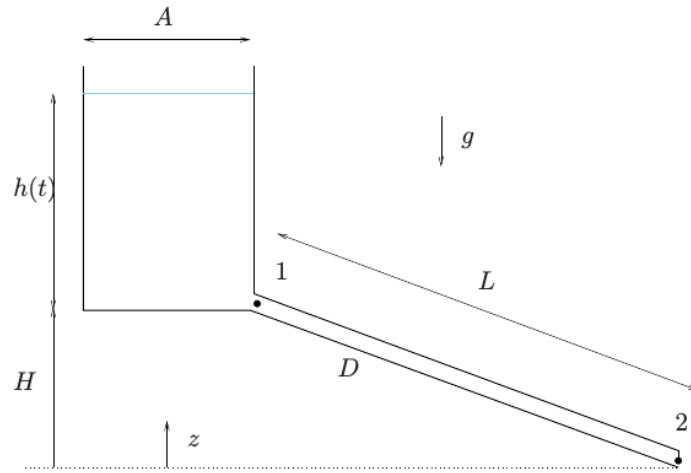

Figura 7: Descarga de depósito a bajo número de $Re \ll 1$.
- DESCARGA DE UN DEPÓSITO.** Determinar las ecuaciones que rigen el movimiento de la altura de fluido en la descarga del depósito de sección A que se muestra en la figura 7 a través de un conducto de longitud L y diámetro D siempre que las fuerzas viscosas sean dominantes. Se tiene en cuenta que $A \gg d$ por lo que el problema se puede considerar casi estacionario. Además $L \gg L_e$ por lo que el flujo se considera completamente desarrollado en la tubería.